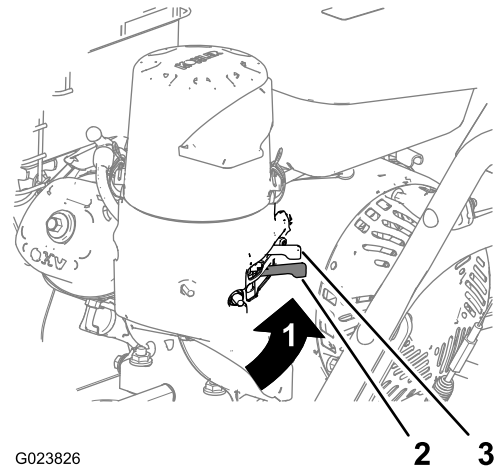

**Bild 8**
- Wenn Sie in **kalter Umgebungstemperatur** (kalte Lufttemperatur und Feuchtigkeit) arbeiten, stellen Sie die Luftfilterabdeckung so ein, dass der Schneeflockenaufkleber nach außen zeigt (Bild 8).
- Wenn Sie in **normaler Umgebungstemperatur** arbeiten, stellen Sie die Luftfilterabdeckung so ein, dass der Sonnenaufkleber nach außen zeigt (Bild 8).